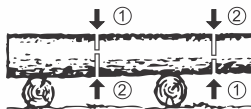

Fig. 24
Un buștean poziționat deasupra pământului (Fig. 24). În zona (1), debitați în sus o treime de jos și terminați prin debitarea cu electroferăstrău de sus în jos. În zona (2) debitați de sus în jos o treime și finalizați prin debitarea cu electroferăstrăul de jos în sus.